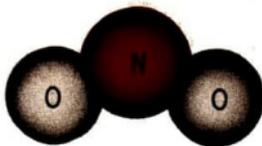

Abb. 26 Modell eines Stickstoffdioxidmoleküls
Stickstoffdioxid NO_2 (Abb. 26) entsteht durch Oxydation von Stickstoffmonoxid. Die Reaktion verläuft ohne Energiezufuhr. Viele Teilchen der Ausgangsstoffe besitzen bereits unter den Bedingungen des Normzustandes die für das Zustandekommen der Reaktion erforderliche Mindestenergie. Bei der Reaktion stellt sich ein chemisches Gleichgewicht ein, das unter 200 °C nahezu vollständig auf der Seite des Stickstoffdioxids liegt. Stickstoffdioxid ist ein braunes, giftiges Gas, das sich leicht in Wasser löst. ⑥